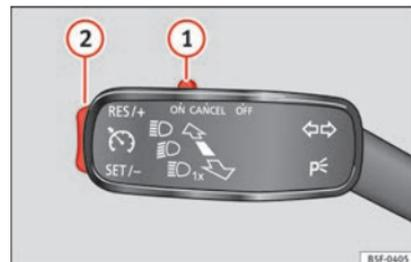

Abb. 47 Links von der Lenksäule: Schalter und Bedienelemente des GRA.
- Die GRA anschließen: den Schalter »» **Abb. 47** ① in die Stellung **ON** schieben. Das System ist eingeschaltet. Da noch keine Geschwindigkeit gespeichert ist, erfolgt noch keine Regelung.
- GRA aktivieren: drücken Sie die Taste »» **Abb. 47** ② im Bereich **SET/-**. Die aktuelle Geschwindigkeit wird gespeichert und geregelt.
- GRA vorübergehend abschalten: Schieben Sie den Schalter »» **Abb. 47** ① bis **CANCEL** oder treten Sie auf die Bremse. Regelung wird vorübergehend abgeschaltet.
- GRA wieder einschalten: Drücken Sie die Taste »» **Abb. 47** ② in **RES/+**. Die gespeicherte Geschwindigkeit wird erneut gespeichert und eingestellt.
- Gespeicherte Geschwindigkeit während GRA-Regelung erhöhen: Taste ② in **RES/+** drü-
- Gespeicherte Geschwindigkeit während GRA-Regelung verringern: Taste ② in **SET/-** drücken, um die Geschwindigkeit um 1 km/h (1 mph) zu verringern. Die Geschwindigkeit wird bis zum Erreichen der neu gespeicherten Geschwindigkeit reduziert.
- GRA abschalten: Schalter »» **Abb. 47** ① auf **OFF** schieben. Das System wird abgeschaltet und die gespeicherte Geschwindigkeit gelöscht.